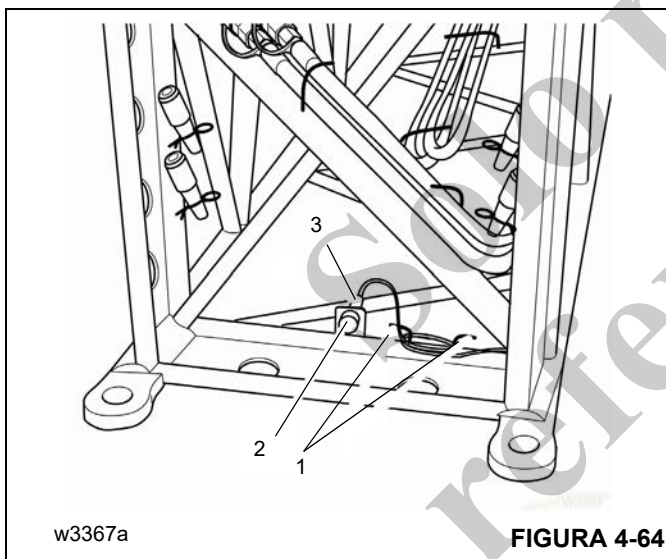

FIGURA 4-64
Hay un cable con un enchufe (3) en la parte trasera de los insertos de 20 pies Figura 4-64. Para el transporte, se enrolla el cable alrededor de los sujetadores (1) y el enchufe se inserta en el receptáculo falso (2).